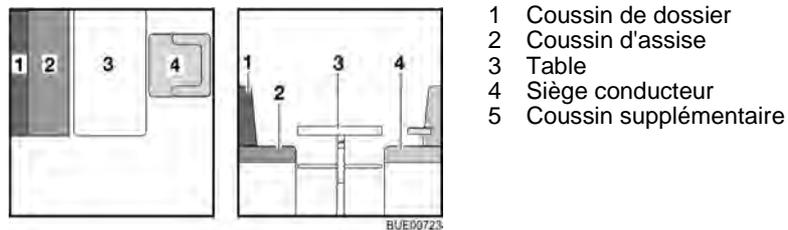

Fig. 106 Avant la transformation
- Tourner le siège conducteur (Fig. 106,4) et le pousser complètement vers l'avant.
- Convertir la table (Fig. 106,3) en sommier de lit (voir paragraphe 6.10).
- Placer le coussin de dossier (Fig. 106,1) de côté.